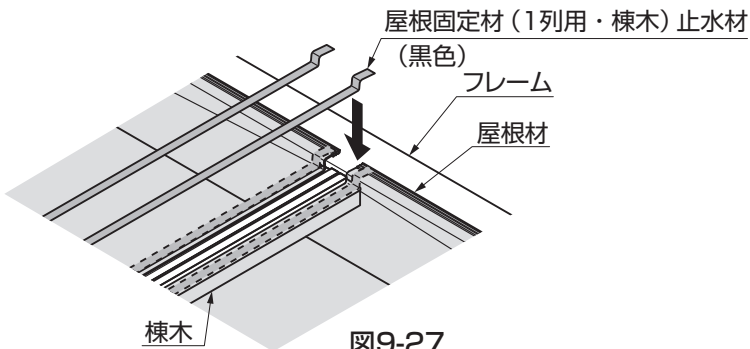

図9-27
②屋根固定材(1列用・棟木)止水材を屋根材に貼付けてください。(図9-27参照)